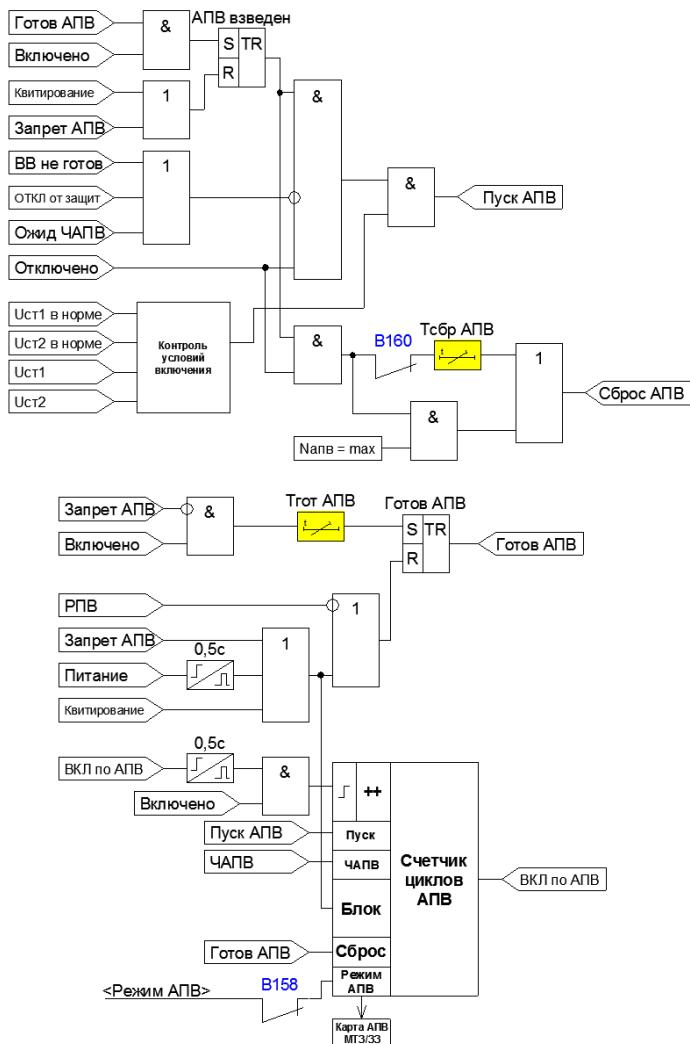

Рисунок 4.2.3 – Функциональная схема АПВ
- после включения ВВ набрана задержка времени готовности, появился сигнал готовности и выключатель продолжает оставаться включенным (Рисунок 4.2.3);